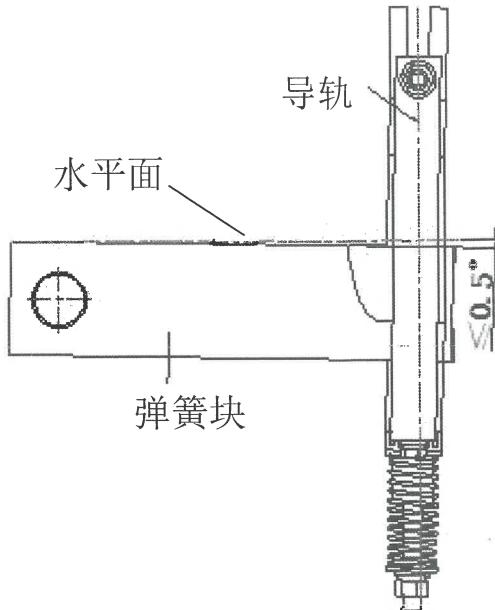

图 5
2.2.5. 安全钳弹簧块上平面应与导轨顶面垂直，最大不超过 0.5 度(图 5)。